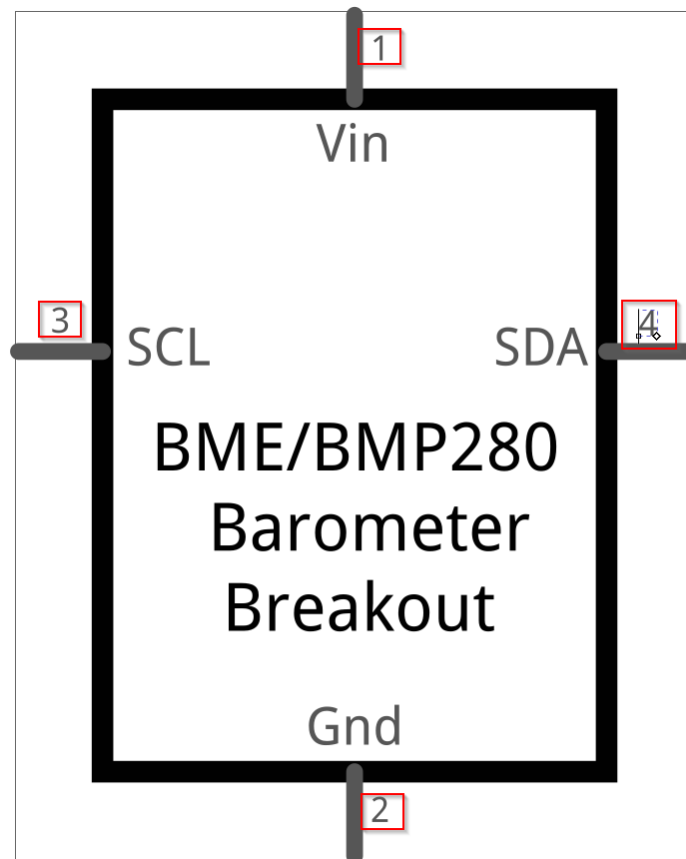

Abbildung 40: Pinbelegung auf BME/BMP280 anpassen
Der letzte Schritt ist nun noch die Anpassung der Pin-Nummern auf die des BME/BMP280. Wählen Sie dazu im linken Menü die Option „Textobjekt erstellen und bearbeiten (T)“ und ändern Sie die Belegung wie in Abbildung 40 gezeigt.